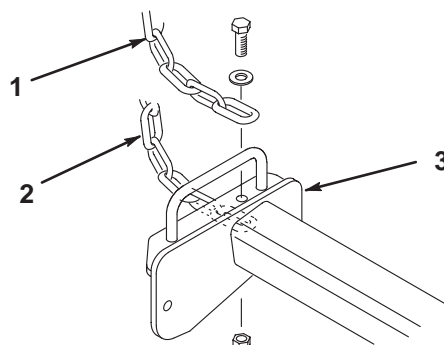

図 11
3. チッパー・チェーンをカuttingユニットに取り付ける (図11)：